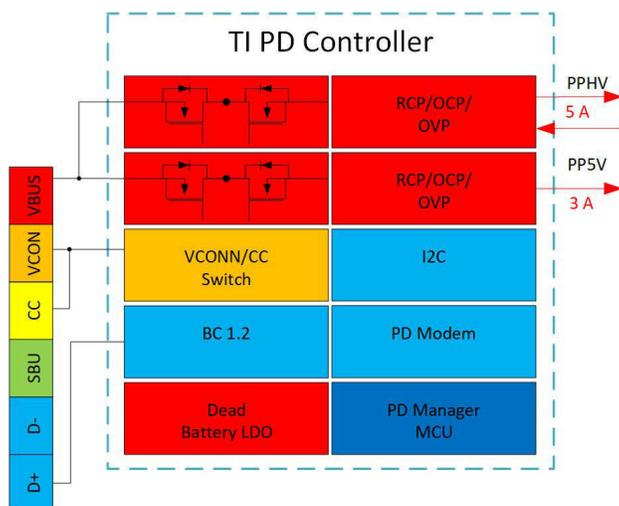

図 61. テキサス・インスツルメンツの PD コントローラ的设计
**課題:** 多くの PD コントローラは、必要なパワーパスのすべてをソリューションに統合しているとは限らないため、過電流保護 (OCP)、過電圧保護 (OVP)、逆電流保護 (RCP) の性能が劣ります。ユーザーはディスクリートパワーパスを設計する、または 5V または高電圧 (HV) ロードスイッチを購入する必要があります。そのためユーザーは、ソリューション全体のサイズの増大と部品点数の増加という課題に直面しています。
**ソリューション:** テキサス・インスツルメンツは、USB-C PD システムの設計に必要なすべてのパワーパスとその他の機能を統合した包括的なスタンドアロン USB-C PD ソリューションを提供しています。図 61 に、テキサス・インスツルメンツの PD コントローラの概略ブロック図を示します。内部パワーパスとして機能する電界効果トランジスタ (FET) を内蔵しているため、追加の 5V または HV パワーパスをユーザーが設計する手間が省けることに注意します。同時に、デッド バッテリー発生時にシステムの一部に電力を供給するため、内蔵デッド バッテリー LDO (Low DropOut) が 3.3V レールを生成します。内蔵パワーパス保護機能は RCP、OVP、OCP を確実に保護します。また、テキサス・インスツルメンツの PD コントローラは、非適合デバイスに接続した場合でも強靭に保護するため、26V 許容の CC ピンを内蔵しています。高集積設計のテキサス・インスツルメンツの PD コントローラを使うと、ファームウェアを開発する必要も、マイクロコントローラを外付けする必要もありません。